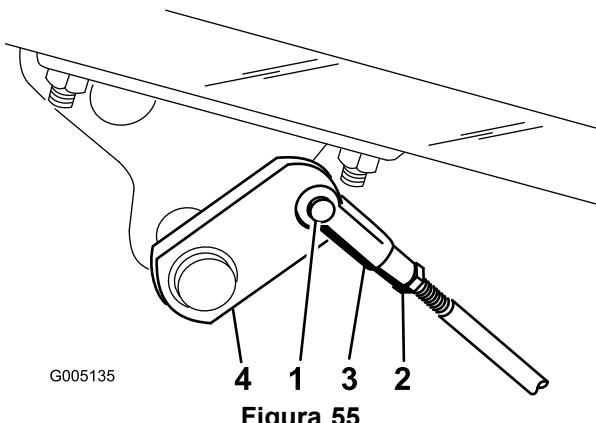

Figura 55
2. Se os travões não bloquearem de forma idêntica, desengate as barras dos travões, retirando o respectivo contrapino e pino da manilha (Figura 55).
3. Liberte a porca de bloqueio e efectue o ajuste da manilha (Figura 55).
4. Monte a cavilha no eixo do travão (Figura 55).